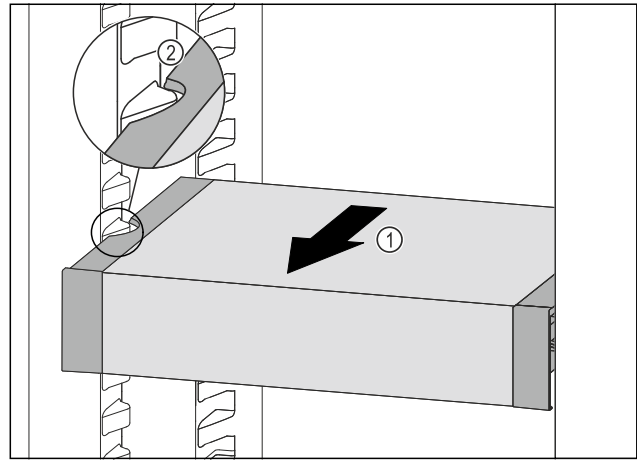

Fig. 68
- ▶ Tirer le VarioSafe vers l'avant Fig. 68 (1) jusqu'à ce que les encoches latérales du VarioSafe se trouvent au niveau de la nervure du bac dans la partie réfrigérateur. Fig. 68 (2)